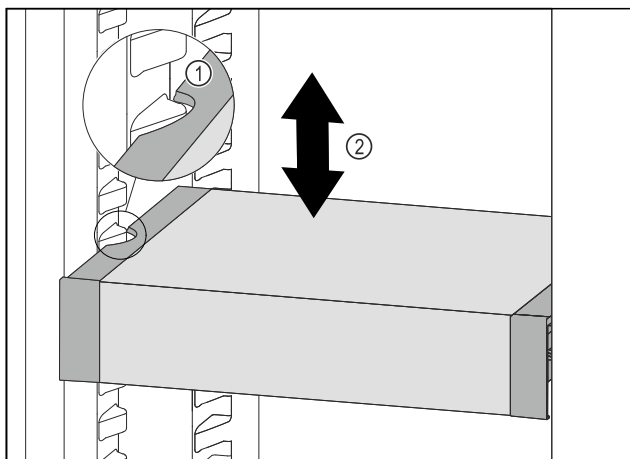

Fig. 82
- ▶ Træk VarioSafe fremefter, indtil udsparringerne i siden på VarioSafe er på niveau med beholderribben i kølesektionen. Fig. 82 (1)
- ▶ Flyt VarioSafe op eller ned i kølesektionen, indtil den ønskede højde er nået. Fig. 82 (2)